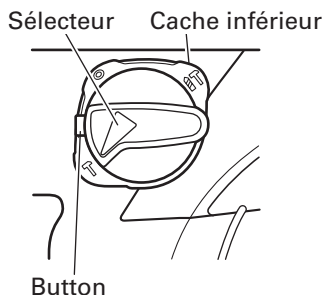

Fig. 7
- (1) Commutation sur "percussion"
- (b) Aligner ▲ du levier de sélection sur T du support de levier comme indiqué sur la Fig 7.